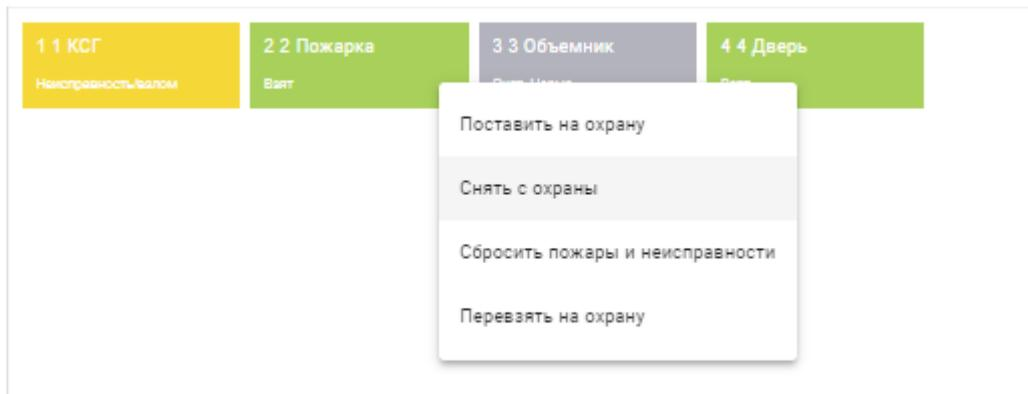

Рисунок 7.11
7.4.4 Для управления зонами необходимо нажать правую кнопку мыши на плитке зоны и выбрать команду управления (Рисунок 7.11).